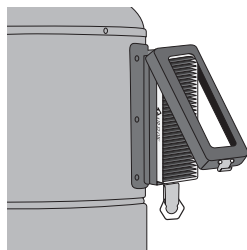

figure 22
1. Défaire l'attache au dessous du boîtier du filtre de carbone, et soulever le couvercle (**figure 22**).